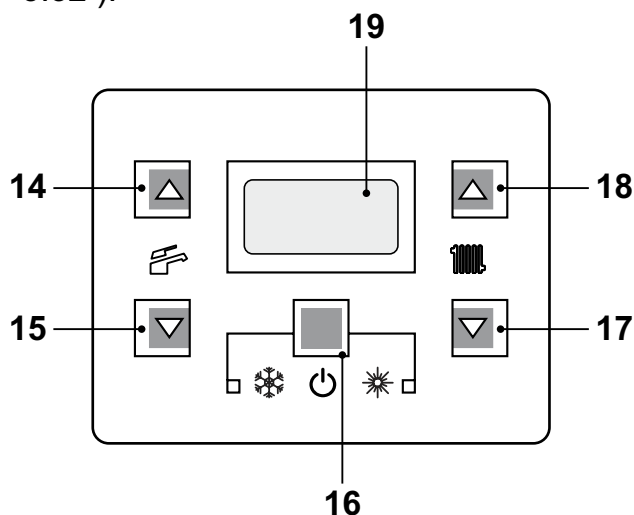
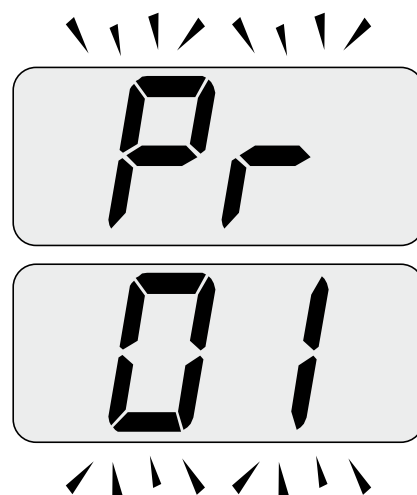
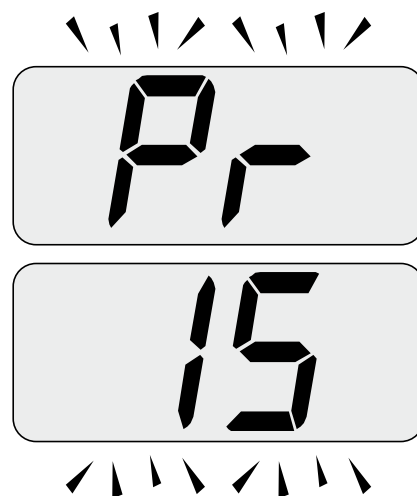

Figura 5.31
Figura 5.32
Figura 5.33
- Entrare in "modalità programmazione" premendo contemporaneamente per 10 secondi i tasti 16 - 17 - 18 (Figura 5.31) fino a far apparire sul display LCD le lettere **Pr** che si alternano con il codice **01**, indicanti l'entrata nel "parametro 01"(Figura 5.32).
- Scorrere i vari parametri utilizzando i tasti 17 o 18 fino a far apparire sul display LCD le lettere **Pr** che si alternano con il codice **15**, indicanti l'entrata nel "parametro 15"(Figura 5.33).
- Premere contemporaneamente i tasti 16 e 18 (Figura 5.31) fino a far apparire sul display LCD il valore del parametro 15 (Figura 5.34).
- Premendo il tasto 16 (Figura 5.31) si ottiene la conferma del valore inserito.
- Premendo contemporaneamente i tasti 16 e 17 (Figura 5.31) si esce senza modificare il valore (ritorno alla lista parametri Figura 5.33)
- Premendo contemporaneamente per 10 secondi i tasti 16 - 17 - 18 (Figura 5.31) si esce dalla "modalità programmazione".
Comunque se la temperatura ambiente non dovesse essere confortevole si può aumentare o diminuire la temperatura di mandata dell'impianto riscaldamento di $\pm 15^{\circ}\text{C}$ agendo sui tasti 17 (diminuzione) e 18 (aumento) (Figura 5.31).